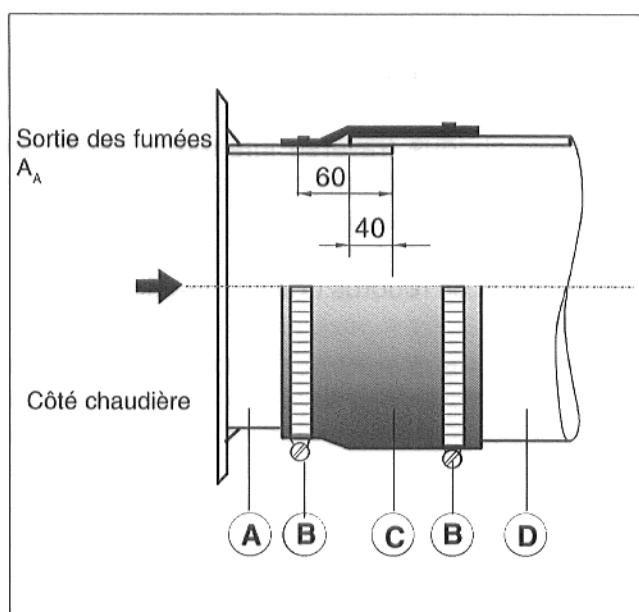

Fig. 4
- Glisser les colliers de serrage B par dessus la manchette d'étanchéité et les serrer (Fig. 4).